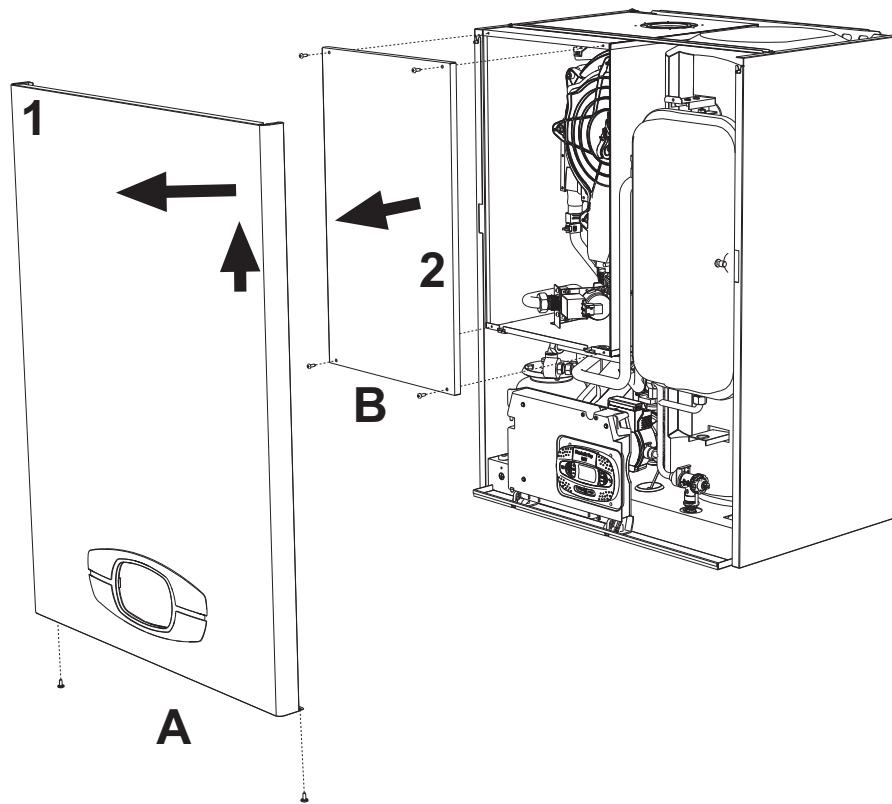

fig. 34- Het voorpaneel openen
1. Draai de schroeven A los (zie afb. 34).
1. Draai de schroeven B los (zie afb. 34).